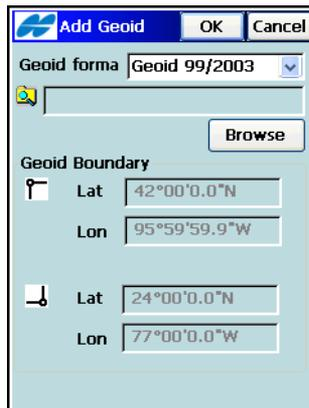

Abbildung 4-92. Geoidparameter
2. Wählen Sie im Fenster **Neues Geoid** (Abbildung 4-92) eine Geoiddatei in der Verzeichnisstruktur des Feldrechners, um zu prüfen, für welchen Bereich das Geoid gilt. Wählen Sie zwischen *Geoid 99/2003*, *Australien*, *Kanada 2000*, *Kanada 95*, *Geoiddateiformat*, *Mexiko 97*, *Schweden*, *Dänemark*, *Niederlande 2004* oder *Norwegen*.